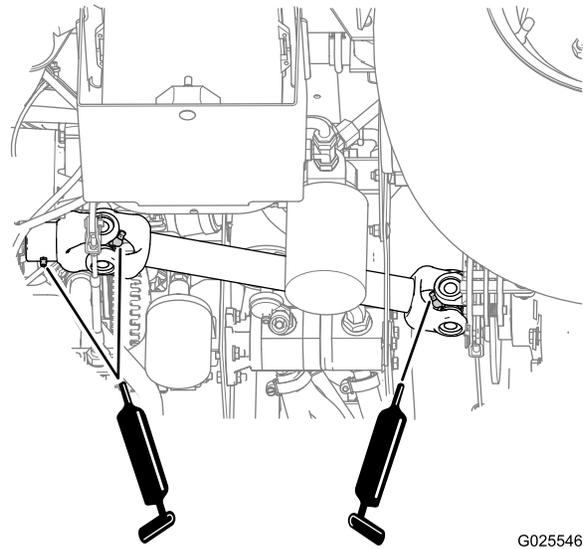

Figure 51
- **Joints de cardan d'arbre de transmission (2) ;** voir Figure 51
- **Fourche coulissante (1) ;** voir Figure 51